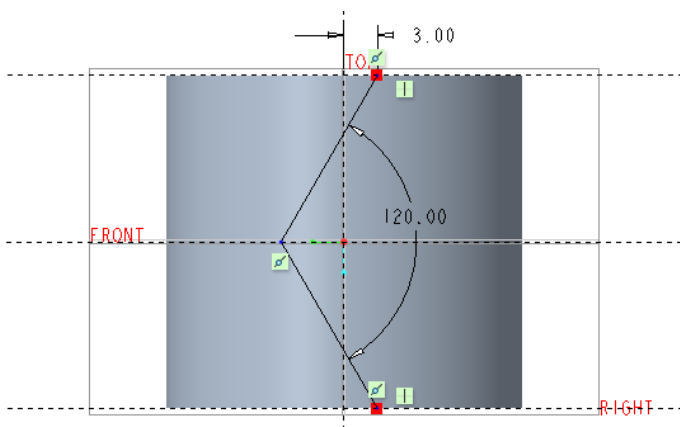

图 5-196 绘制图形
(1) 从功能区“模型”选项卡的“工程”组中单击“扯裂”→（草绘扯裂）按钮，打开“草绘扯裂”选项卡。
(2) 在“草绘扯裂”选项卡中打开“放置”面板，单击“定义”按钮，弹出“草绘”对话框，选择 **RIGHT** 基准平面作为草绘平面，草绘方向参考默认为 **TOP** 基准平面，方向选项为“左”，单击“草绘”按钮，进入内部草绘器。
(3) 绘制图 5-196 所示的图形，单击（确定）按钮。